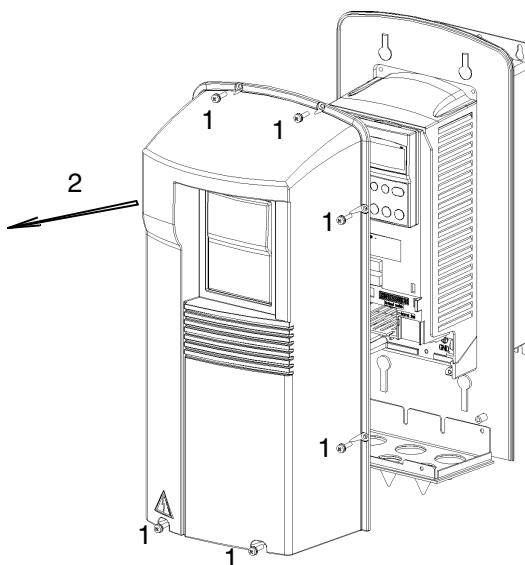

Figure 10 Ouverture des convertisseurs de fréquence en IP 54 / NEMA1.
- 1 Retirez le capot avant, cf. Figure 10.